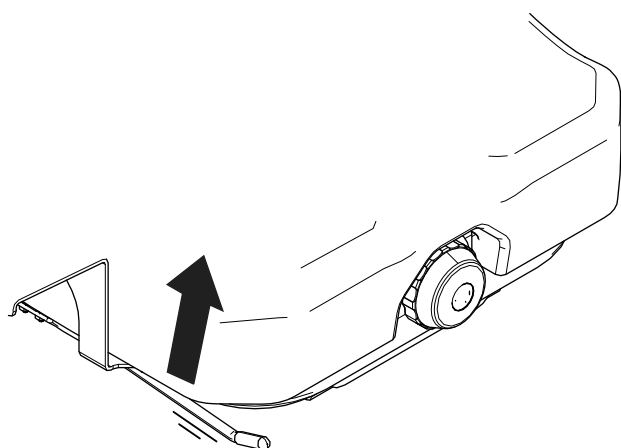

図 13
- **モデル 32302 と 32303:** ロックレバーを上にして運転席のロックを解除し図 13、運転席を希望の位置にスライドさせ、その位置でレバーから手を離すと運転席が固定されます。